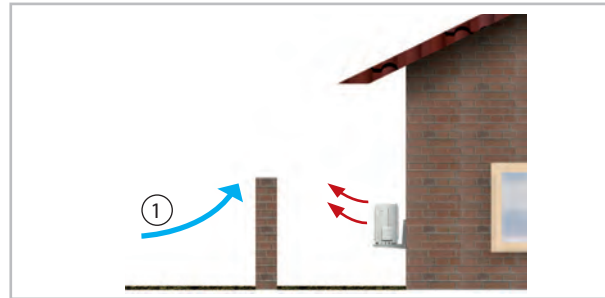
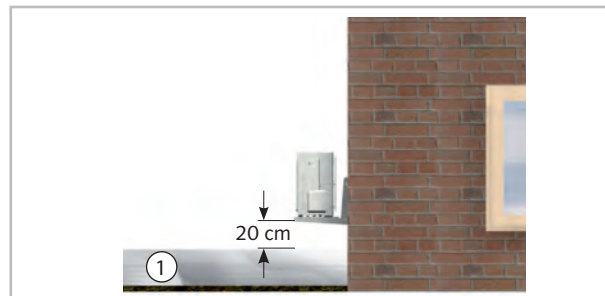

Abb. 60: Schutz vor Wind
Abb. 61: Schutz vor Schnee
- Wird das Außenmodul in einer Gegend mit starkem Wind aufgestellt, muss das Gerät vor dem Wind geschützt werden und es wird ein zusätzliches Stabilisieren empfohlen. Das kann z.B. mit Drahtseilen oder anderen Konstruktionen realisiert werden (Abb. 60). Bei der Montage sind Schneegrenzen zu beachten (Abb. 61).
- Beachten Sie bei der Aufstellung die zu erwartende Schneehöhe und eine Erhöhung um ca. 20 cm, damit ganzjährig ein freies Ansaugen und Ausblasen der Außenluft gewährleistet werden kann (Abb. 61).